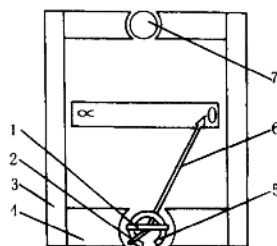

图 2 磁电系兆欧表的结构
①磁电系兆欧表的结构。磁电系兆欧表的结构如图 2 所示,它由一台手摇发电机和磁电系比率表组成。
②兆欧表的正确使用。高压电力设备选用电压高的兆欧表来测量,电压低的电气设备选用电压比较低的兆欧表来测量。表 1 列出了几种测量电力设备绝缘电阻所使用的兆欧表规格。